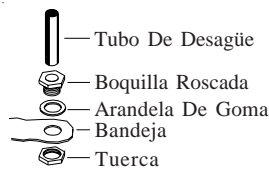

Fig. 2
• **Instale el montaje de desagüe.** Quite la tuerca y pase la boquilla por el agujero de la bandeja, colocando la arandela de goma entre la bandeja y la cabeza de la boquilla (véase fig. 2). Coloque la tuerca en la boquilla y atorníllela hasta que quede apretada contra la parte inferior de la bandeja. Inserte el tubo de desagüe en la boquilla para retener el agua. El tubo de desagüe se puede quitar para desaguar el agua de la bandeja cuando sea necesario. Se puede conectar una manguera de jardín a la boquilla para desaguar el agua hacia otra parte.